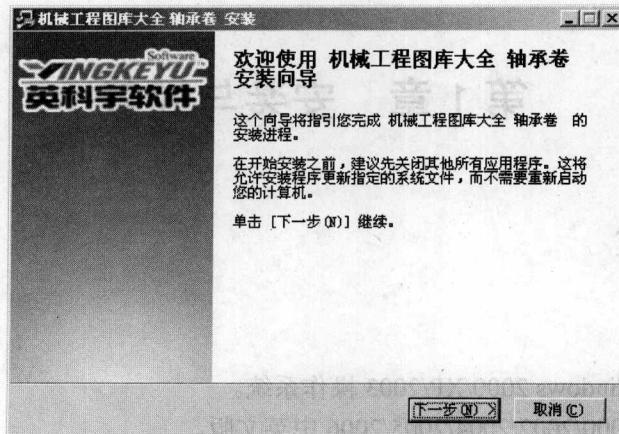

图 1-1 “欢迎使用”对话框
(1) 将软件安装光盘放入光驱后程序会自动运行，弹出安装界面（若光盘不能自动运行，可进入“我的电脑”查看光盘内容，双击光盘根目录下的 AutoRun.exe），随后安装程序开始进行初始设置，稍后弹出如图 1-1 所示的“欢迎使用”对话框。